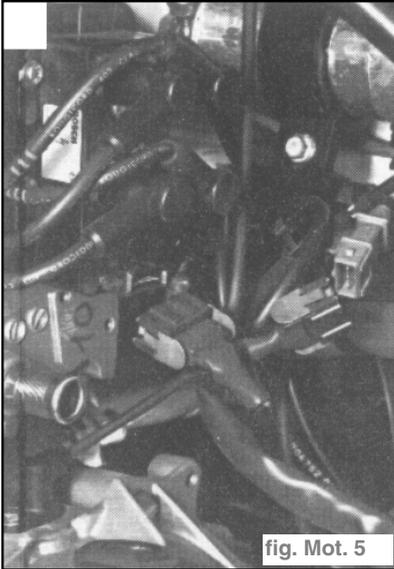

fig. Mot. 5
- Débrancher les connecteurs électriques de la bobine et du capteur de tours. (fig. Mot. 5)